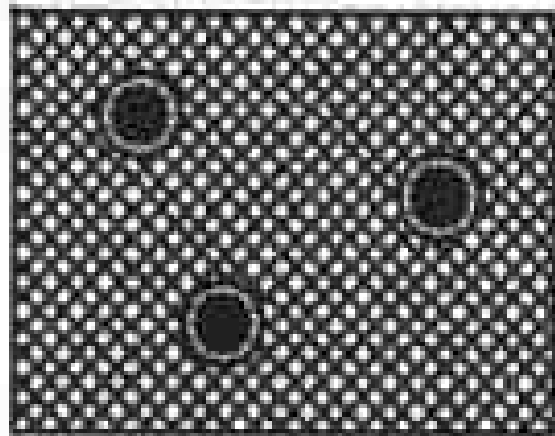

图 5-116 圆弧环绕焊点
- **Arcs**: 采用圆弧环绕焊点, 如图 5-116 所示。